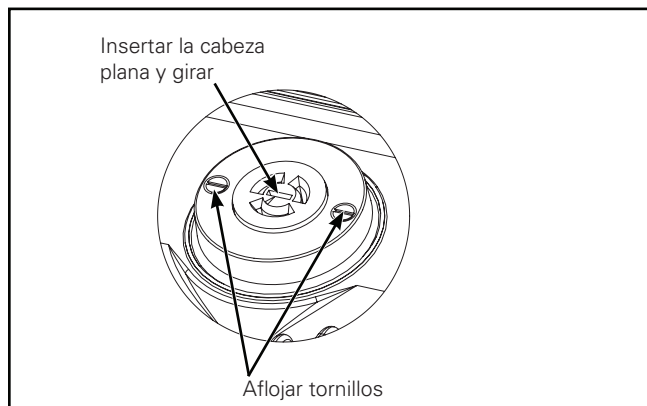

Figura 5.
**Fotocontrol (si viniera incluido) (Figura 5.)**